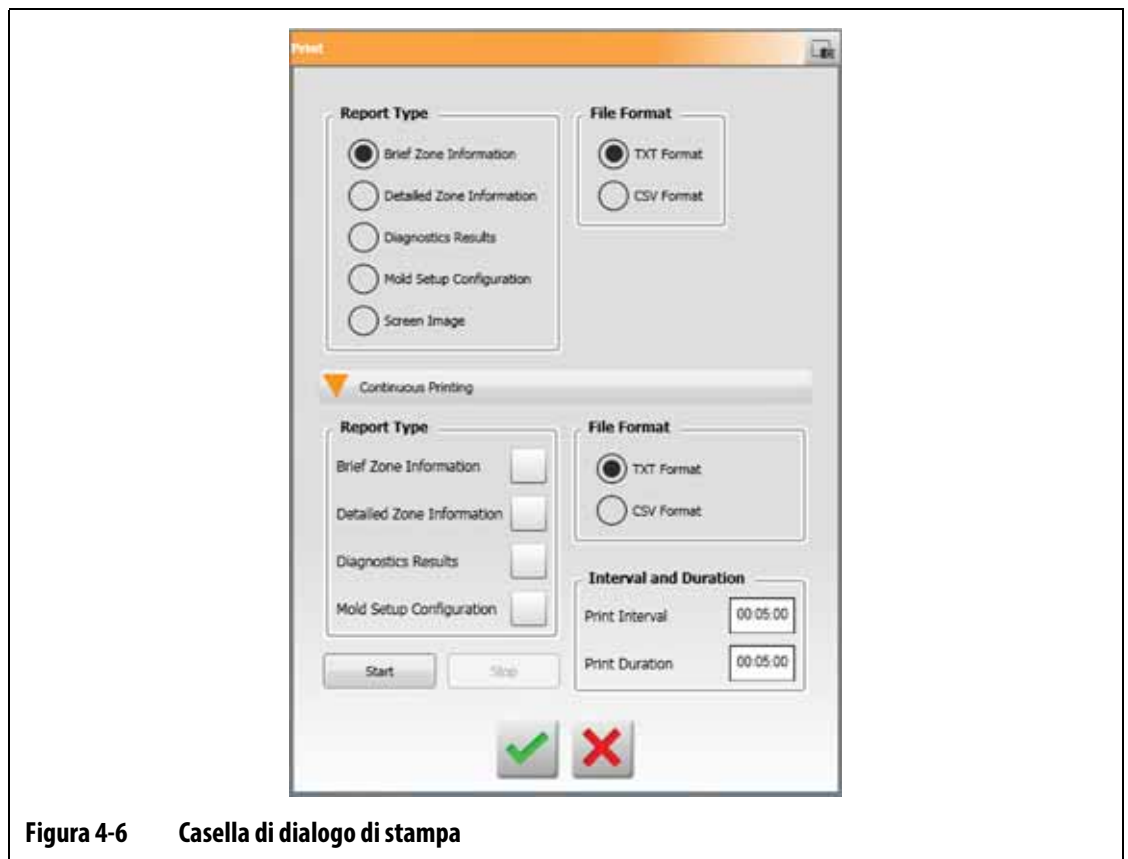

Figura 4-6 Casella di dialogo di stampa
2. Premere il pulsante **Stampa continua** sulla finestra di dialogo di stampa. Consultare la Figura 4-6.